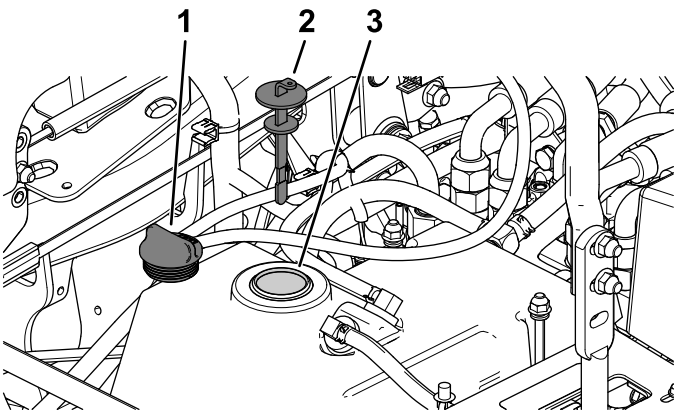

Bild 68
5. Nehmen Sie den Deckel des Hydraulikbehälters ab (Bild 68).
6. Nehmen Sie den Peilstab heraus und wischen Sie ihn mit einem sauberen Lappen ab (Bild 68).